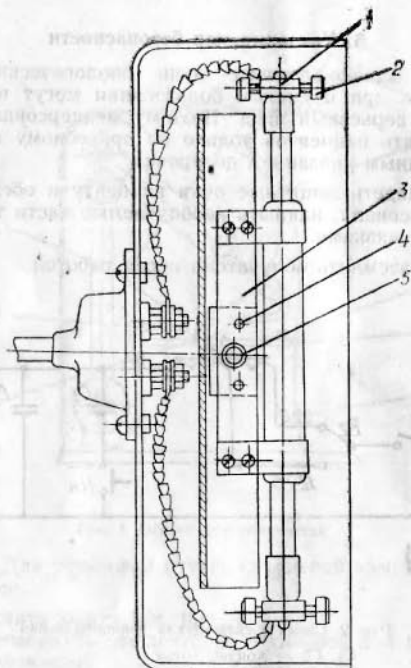

Рис. 3. Установка ртутно кварцевой лампы
4.1.2. Для установки ртутно-кварцевой лампы (рис. 3) необходимо:
- в) отвернуть слегка винт 5 (рис. 3);